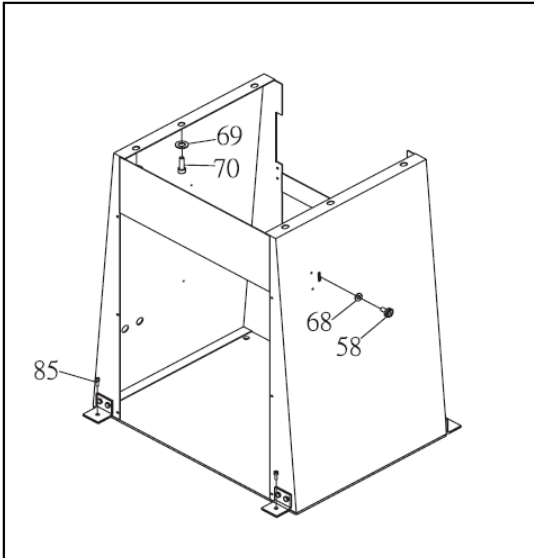

Abb. 9: Entfernen der Befestigungsschrauben
Schritt 4: Entfernen Sie die Sechskantkopfblechsrauben 85 (Abb.9).